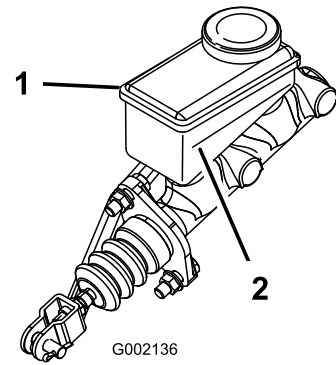

Figura 68
5. Mire el contorno del nivel de aceite en el lateral del depósito (Figura 68).
- B. Añada líquido de frenos DOT 3 al depósito hasta que el nivel esté por encima de la línea de mínimo (Figura 68).